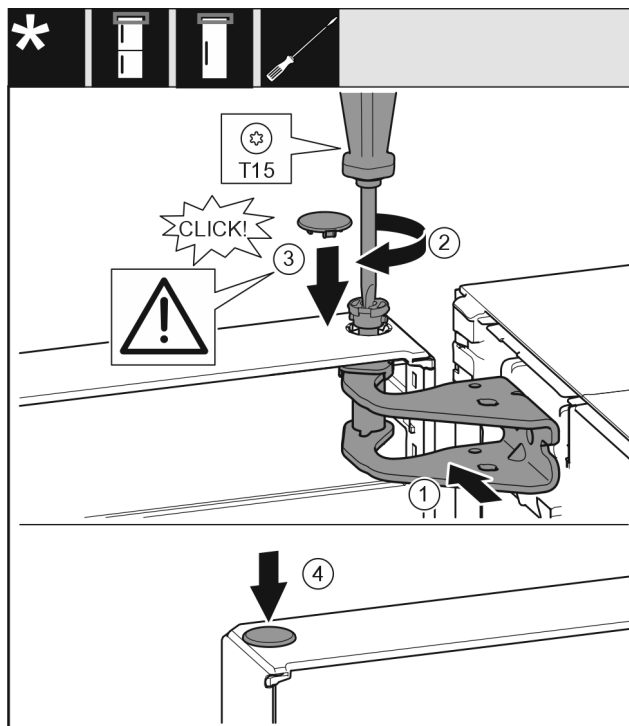

Fig. 17
- ▶ Dveře nahoře vyrovnejte s otvorem ve stojanu ložiska. Fig. 17 (1)
- ▶ Vložte čep a pevně jej utáhněte šroubovákem T15. Fig. 17 (2)
- ▶ K zajištění dveří namontujte bezpečnostní kryt: Bezpečnostní kryt nasadte a zkontrolujte, zda přiléhá na dveře. V opačném případě čep zcela zasuňte. Fig. 17 (3)
- ▶ Vložte zátku. Fig. 17 (4)